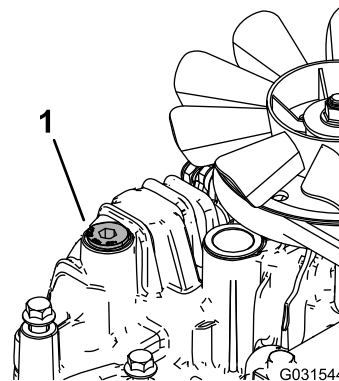

**Figura 75**
5. Localice el tapón de vaciado en la parte inferior de cada transmisión, y coloque un recipiente de vaciado debajo de los tapones (Figura 75).